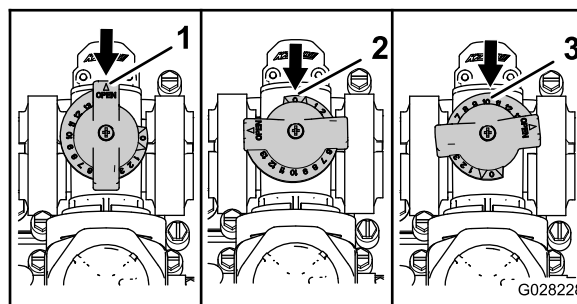

Figura 48
- La valvola di bypass dell'agitatore è in posizione completamente APERTA come illustrato in A di Figura 48.
- La valvola di bypass dell'agitatore è in posizione CHIUSA (0) come illustrato in B di Figura 48.
- La valvola di bypass dell'agitatore è in una posizione INTERMEDIA (REGOLATA IN RELAZIONE AL MISURATORE DI PRESSIONE PER L'IMPIANTO DELL'IRRORATRICE) come illustrato in C di Figura 48.